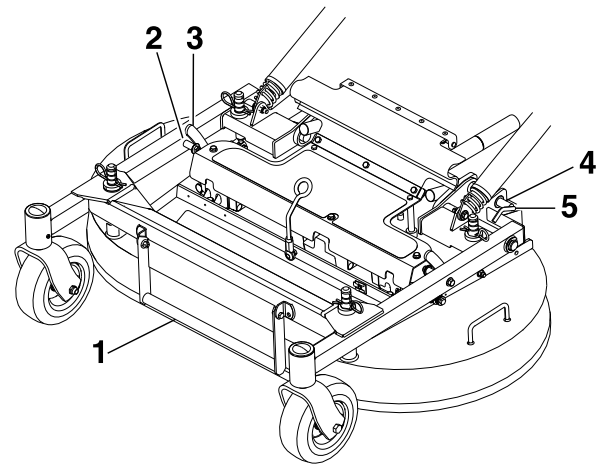

Bild 8
3. Lösen Sie die Arretierbolzen an beiden Seiten des Mähwerks (Bild 8).
2. Drücken Sie die Arretierbolzen des Mähwerks hinein und drehen sie nach vorne, um das Mähwerk in der abgesenkten Stellung zu arretieren (Bild 8).